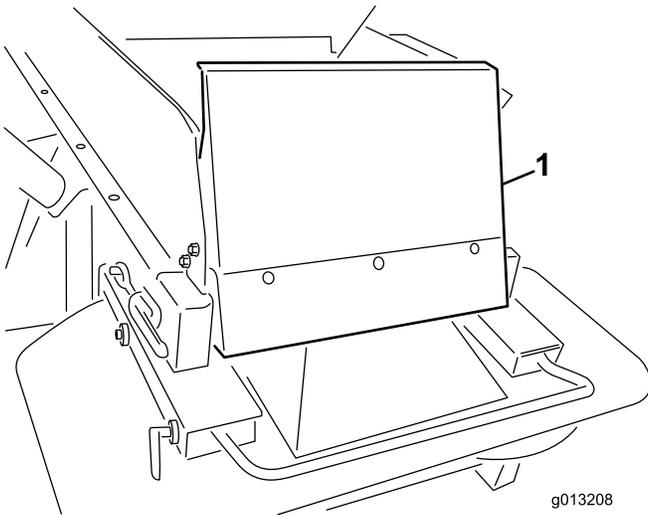

Bild 7
6. Befestigen Sie die Füllkasten-Schutzvorrichtung mit den mitgelieferten Halbrundschauben (1/4 x 5/8") und Nylonsicherungsmuttern (Bild 7).